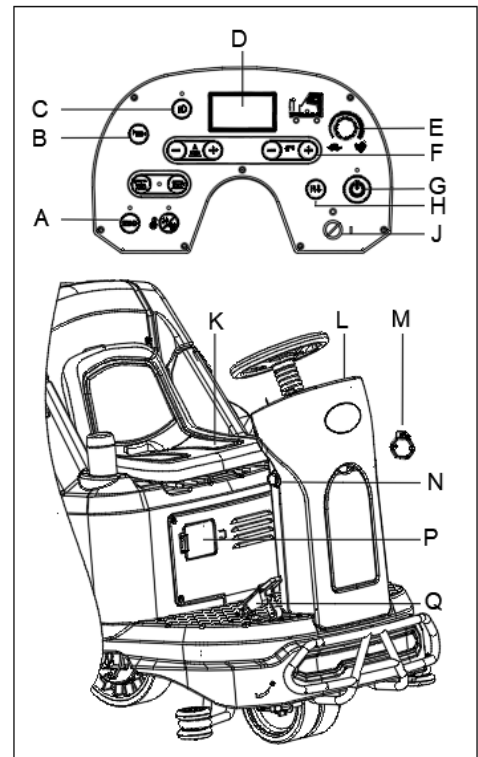

Figura 13
2. Siéntese en el asiento (K, figura 13), inserte la llave de encendido (J, figura 13) y gírela hasta «I». Compruebe el estado de la batería desde la pantalla de visualización. Si es necesario cargar las baterías (véase el procedimiento en el capítulo Mantenimiento).
La dirección de avance/retroceso se puede controlar con el interruptor (H, figura 13). La velocidad de avance se puede ajustar con el regulador (E, figura 13).
4. Pulse el botón de arranque (G, figura 13) para poner en marcha la máquina, la boquilla y los cepillos se bajan al suelo automáticamente y el motor de vacío comienza a funcionar.
5. Accione los botones de ajuste de caudal de la solución detergente (F, figura 13) según sus necesidades, en función de la limpieza que se ha de realizar.
6. Pise el pedal del acelerador (Q, figura 13) y comience la limpieza.
7. Puede cargar su teléfono o tableta con el puerto de carga USB (M, figura 13) cuando la llave de encendido (J, figura 13) esté en «I».
8. Presione el botón de bocina (B, figura 13) para avisar a las personas cuando sea necesario.
9. De ser necesario, presione el botón de emergencia (N, figura 13) para la parada de emergencia de la máquina.
10. De ser necesario, pulse el botón de luces delanteras (C, figura 13) para las zonas oscuras o para advertir a los peatones.
11. De ser necesario, ajuste el asiento (K, figura 13) girando a la derecha el mango de la derecha del asiento y deslice el asiento a la posición correcta.
El motor del cepillo, el motor de vacío, el motor de tracción y el circuito de control están protegidos por un protector de sobrecarga (P, figura 13). Cuando se dispara un protector de sobrecarga, no lo reinicie inmediatamente sin averiguar la raíz del problema, y asegúrese de que el motor se haya enfriado antes de reiniciarlo.
12. Suelte el pedal del acelerador (Q, figura 13), la máquina deja de funcionar.
13. Pulse el botón de arranque (G, figura 13) para detener los cepillos y aspirar el motor. Los cepillos y la boquilla se levantan del suelo automáticamente. El sistema de aspiración se apaga al cabo de algunos segundos.